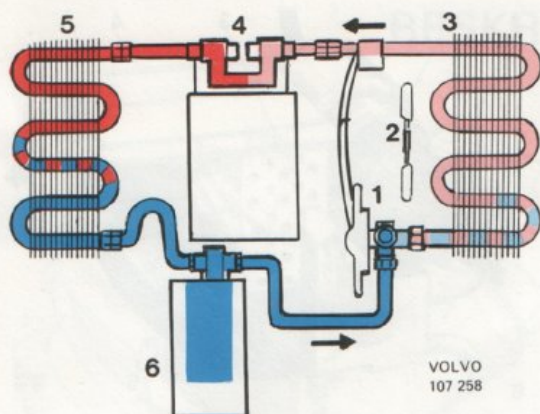

Bild 6. Köldmediecirkulationen i kylanläggningen
För att klargöra händelseförloppet under kylprocessen är det lämpligt att börja vid den termostatiske expansionsventilen eller TEV:n vanligen kallad (1 bild 6). Före TEV:n är köldmediet i flytande form och med högt tryck. När köldmediet expanderar i förångaren, sjunker köldmediets temperatur genast och det ombildas till delvis gas, delvis vätska. Eftersom köldmediets kokpunkt ligger vid -32°C vid normalt lufttryck, börjar det koka och övergår till ånga i förångarens rörslinga (3), medan det absorberar värme från den varma luft som fläktmotorn (2) spolar runt rörslingan. Genom att värme absorberas från luften kommer den att kännas kallare. Det är denna kalla luft som genom luftkanaler blåses ut på olika ställen i vagnen. I förångarens rörslinga har den latent värmen fått köldmediet att helt övergå till gasform, utan temperaturförändring. Innan köldmediet nått slutet av rörslingan absorberar det emellertid ytterligare en del värme och gastemperaturen stiger.